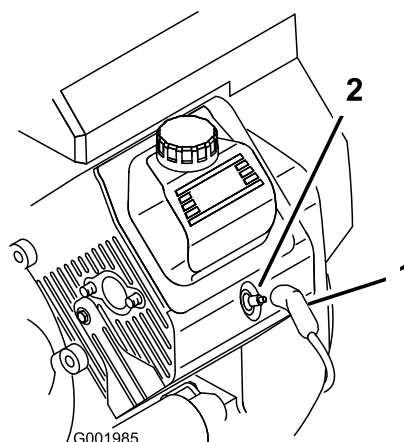

Figura 42
- Desconecte los cables de las bujías (Figura 42).
3. Conecte los cables a las bujías (Figura 42).